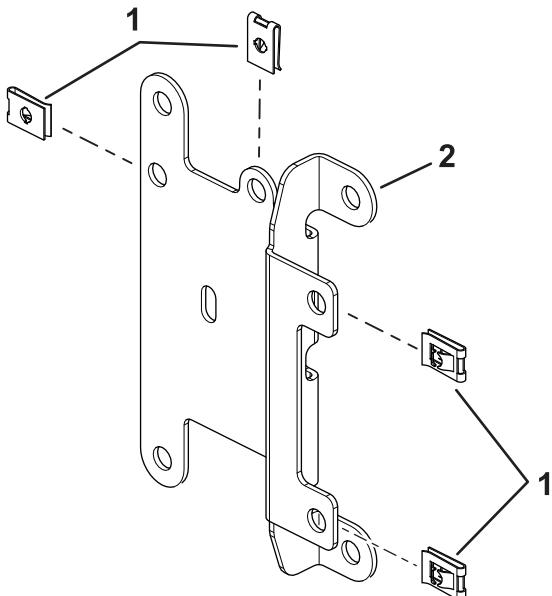

Figure 2
2. Installez les clips-écrous rapides sur la plaque de montage du porte-fusibles (Figure 2).